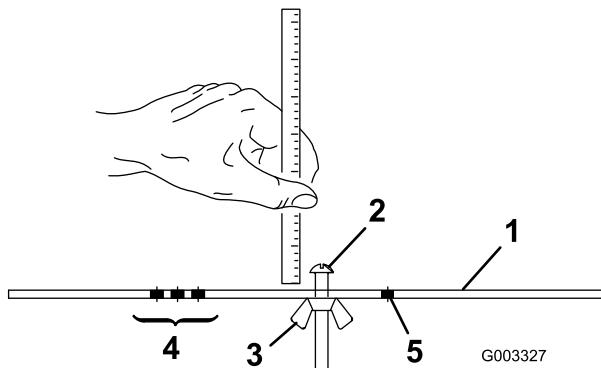

Figura 20
- Desaperte a porca da barra indicadora (Figura 20) e regule o parafuso de ajuste para a altura de corte desejada. A distância entre a parte inferior da cabeça do parafuso e a face da barra indicadora é a altura de corte.